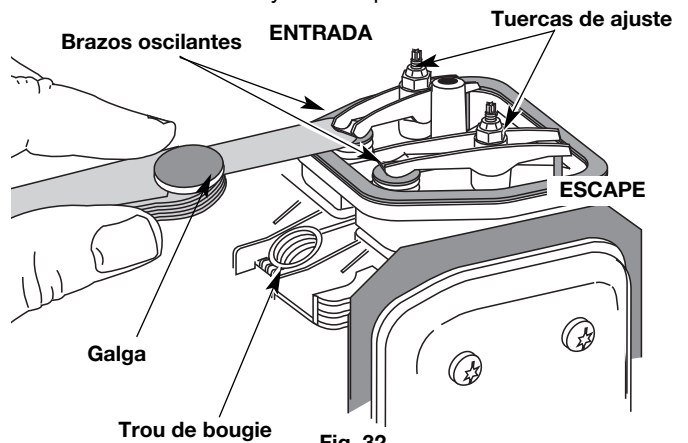

Fig. 32
- El pistón se encuentre en la parte superior de su recorrido mientras mira dentro del orificio de la bujía de encendido (Fig. 32).
7. Deslice la galga entre el brazo oscilante y el resorte de retorno de la válvula. Mida el huelgo entre el vástago de la válvula y el brazo oscilante (Fig. 32). Realice esto en las válvulas de entrada y de escape.
El huelgo recomendado para las válvulas de entrada y de escape es 0,076 – 0,152 mm (0,003 – 0,006 pulgadas). Use un calibrador regular de automóvil de 0,127 mm (0,005 pulgadas). El calibrador debe deslizarse entre el balancín y el vástago de la válvula con una ligera cantidad de resistencia, sin doblarse (Fig. 32 y 33).
- a. Gire la tuerca de ajuste con una llave de 8 mm (5/16 pulgadas) o una guía de tuercas (Fig. 32).